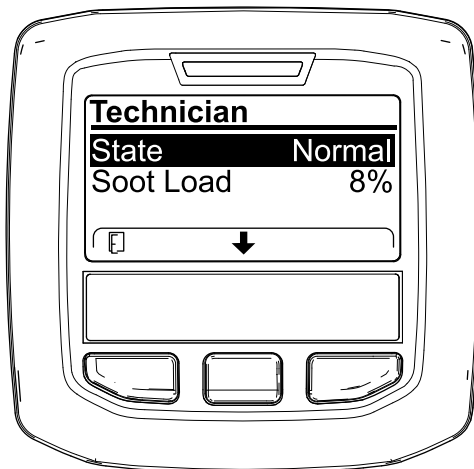

図 35
- DPF 稼働記録表で、現在の DPF の状態を確認する 図 35。